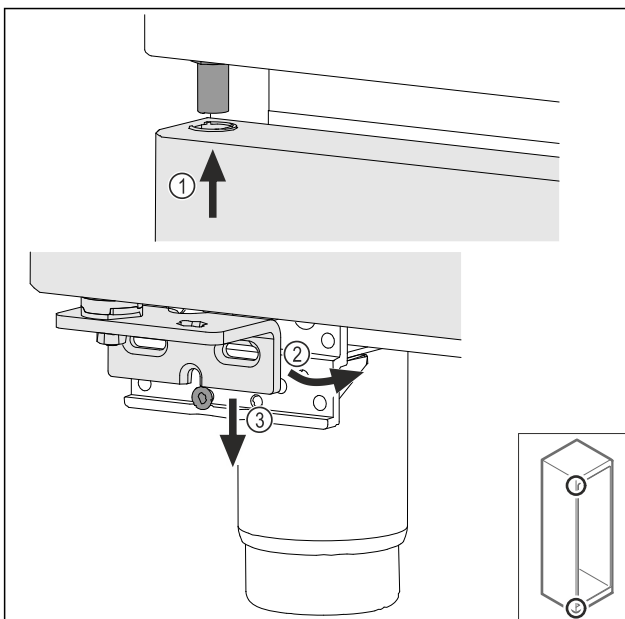

Fig. 47
- ▶ Luta dörren något och lirka in den upptill Fig. 47 (1), rätta upp dörren Fig. 47 (2) och sätt den på lagerbockskraven Fig. 47 (3) nedtill.